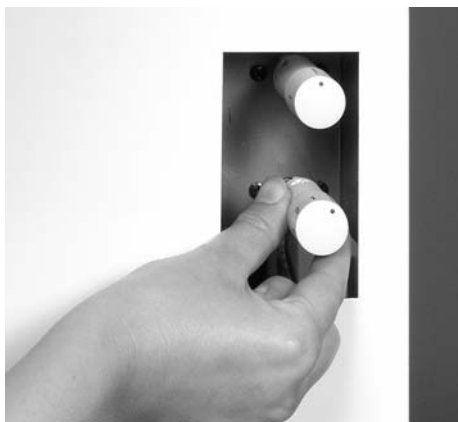

Fig.4 Placez le bouton de réglage
- Placez le bouton sur l'axe du potentiomètre (fig.4).